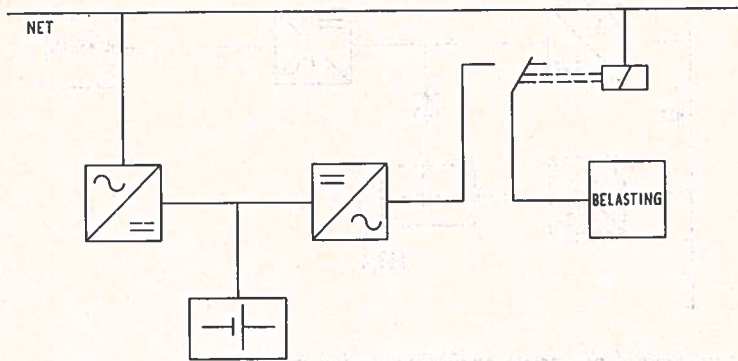

FIG. 2
2.2. Stand-by bedrijf fig. 2
Bij stand-by bedrijf, fig. 2, kan voor het omschakelen gebruik gemaakt worden van de ontwikkelde triac-omschakeling. Bij deze geheel elektronisch werkende schakelmethode kan hoogstens gedurende enkele perioden de spanning tot ca. 70% dalen, de omschakeltijd echter is kleiner dan 5 msec. De figuren 6 en 7 tonen het oscillogram van de spanning bij schakelen van de belasting van het net naar de omvormer en omgekeerd.